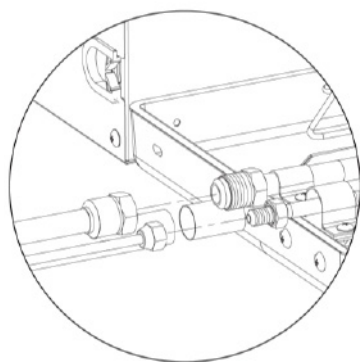

Fig. 13
- (1) Retirez le cache et le bouchon du tuyau.
- (2) Orientez la partie évasée du tuyau en cuivre vers le centre du raccord fileté. Serrez fermement l'écrou d'évasement à la main, comme indiqué sur la Fig.13. (Assurez-vous que le tuyau intérieur est correctement raccordé. Un emplacement incorrect du centre empêchera de serrer de manière sûre l'écrou d'évasement. Le filet de l'écrou d'évasement sera endommagé si vous forcez son serrage).